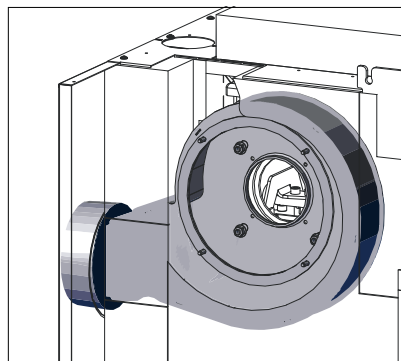

Fig. 26 Abgasgebläse wieder um 90° verdreht anschrauben
- ▶ Abgasgebläse wieder um 90° verdreht anschrauben – Fig. 26.